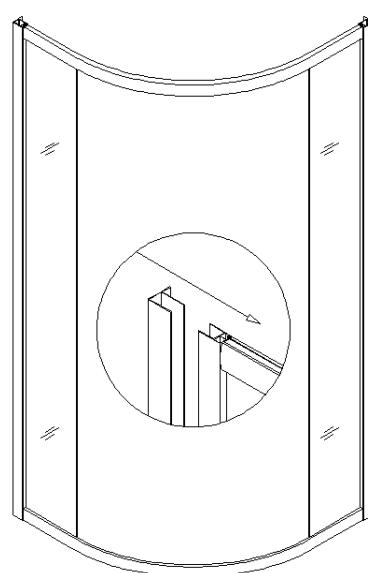

Рис. 4
4. Полнотью вставьте профиль для стекла (02) в настенный профиль (01). Удостоверьтесь, что отверстия профиля совпадают с просверленными отверстиями внутри душевой. См. рис. 4 для более подробной информации.